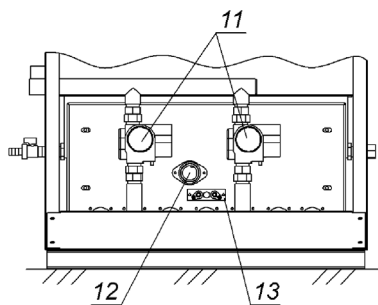

Рис. 3. Вид спереди со снятой передней панелью котла (версия с двухступенчатой горелкой)
- 11. Газовый клапан с автоматикой. Для котлов ALFA COMFORT E 75 v15; E 85 v15; E 95 v15 см. рисунок 3, расположен под лицевой панелью